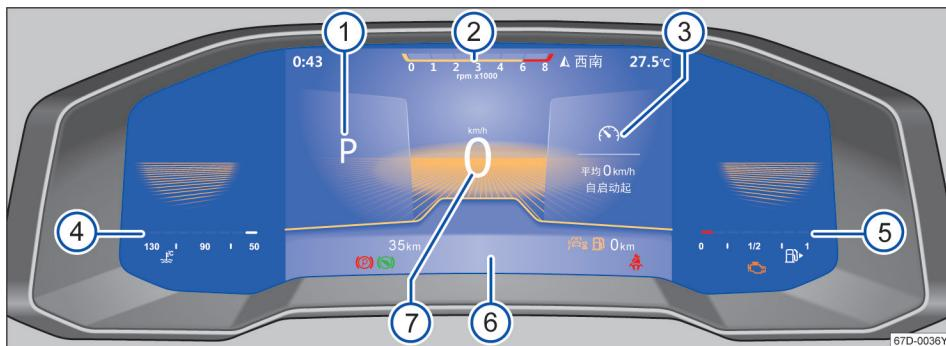

图 10 数字液晶仪表
→ 图 10 是双菜单模式，屏幕左右两侧有两个菜单，可通过多功能方向盘的左右键进入菜单选择。
视汽车装备而定, 在显示屏→图 10⑦中可以显示不同的信息: